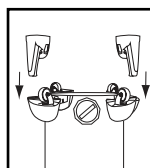

FIGURE 7
11. Avec la vidange de la cuve face à vous, fixez le support du tuyau A à la patte de roulette A et le support de tuyau B à la patte de roulette B. **FIGURE 7**.